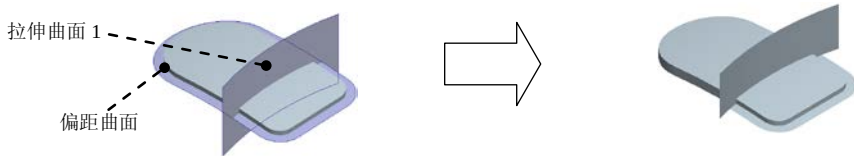

图 6.6.24 合并曲面
(4) 将延伸的偏距曲面与拉伸曲面 1 进行合并。按住 Ctrl 键，选取图 6.6.24 所示的拉伸曲面 1 和偏距曲面，单击 **合并** 按钮，单击 **完成** 按钮，完成曲面合并 1 的创建。